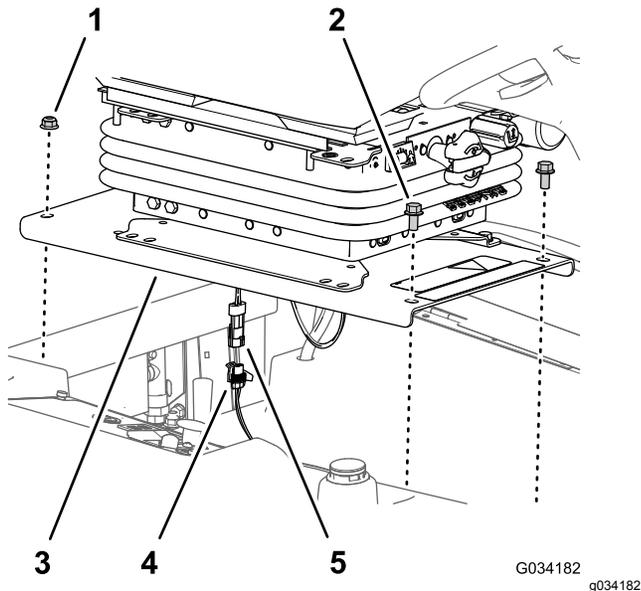

Рисунок 36
1. Выверните 2 болта с фланцевыми головками ( $\frac{3}{8} \times \frac{3}{4}$  дюйма), которые крепят переднюю часть плиты сиденья к ходовой части машины (Рисунок 36).
2. Отверните 2 фланцевые контргайки ( $\frac{3}{8}$  дюйма), которые крепят заднюю часть плиты сиденья к ходовой части машины (Рисунок 36).
4. Отсоедините 2-штыревой разъем жгута проводов переключателя механизма контроля присутствия оператора от 2-гнездового разъема жгута проводов машины (Рисунок 36).
2. Подсоедините 2-штыревой разъем жгута проводов переключателя механизма контроля присутствия оператора к 2-гнездовому разъему жгута проводов машины; см. Рисунок 36.
3. Совместите задние отверстия в плите сиденья (Рисунок 36) с двумя каретными болтами ( $\frac{3}{8} \times 1$  дюйм) в швеллере радиатора.
4. Установите плиту сиденья (Рисунок 36) на каретные болты, закрепив двумя фланцевыми контргайками ( $\frac{3}{8}$  дюйма), снятыми при выполнении пункта 2 в разделе Установка сиденья и плиты сиденья \(страница 46\).
5. Совместите передние отверстия в плите сиденья (Рисунок 36) с резьбой стержней бака.
6. Установите плиту сиденья (Рисунок 36) на стержни бака с помощью двух болтов с фланцевыми головками ( $\frac{3}{8} \times \frac{3}{4}$  дюйма), снятых при выполнении пункта 1 в разделе Доступ к блоку предохранителя и стандартному управляющему модулю \(страница 56\).